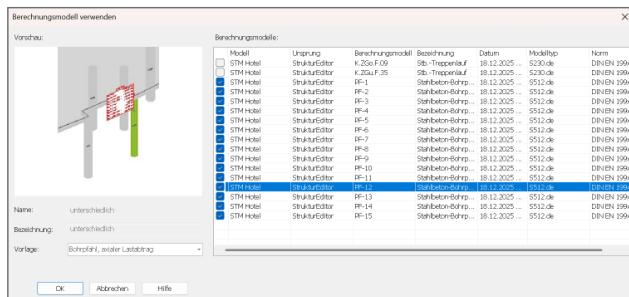

Bild 13. Verwendung der Berechnungsmodelle je Pfahl
Über den Schalter „Verwenden“ ⑨ aus dem Register „Start“ wird der Dialog „Berechnungsmodell verwenden“ gestartet. Hier werden mühelos alle, hier 15 Pfähle, ausgewählt (Bild 13). Anschließend stehen 15 Positionen, je Pfahl eine Nachweis-Position, zur Bearbeitung bereit.